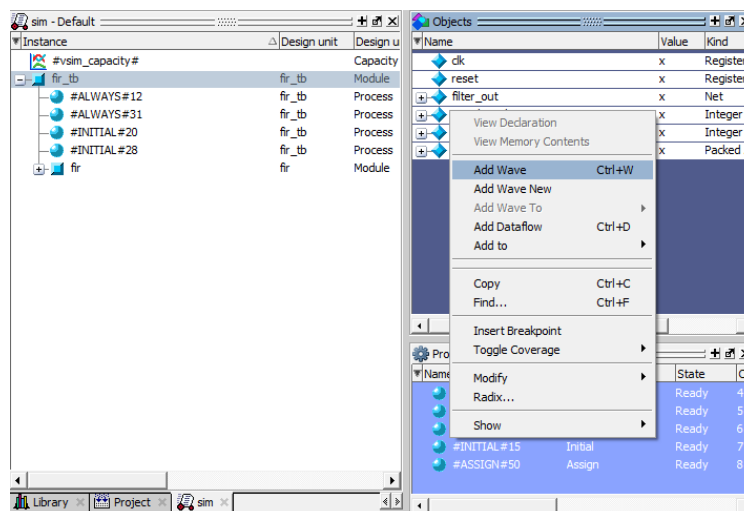

Рисунок 6.5 – Добавление временных диаграмм
4) Добавьте на временные диаграммы внутренние регистры модуля КИХ-фильтра и тестбенча, рисунок 6.5.